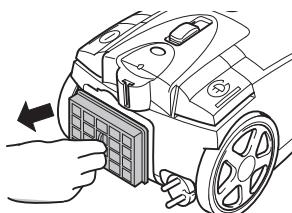

Abb. 26
- Entnehmen Sie den Ausblasfilter (Abb. 26).